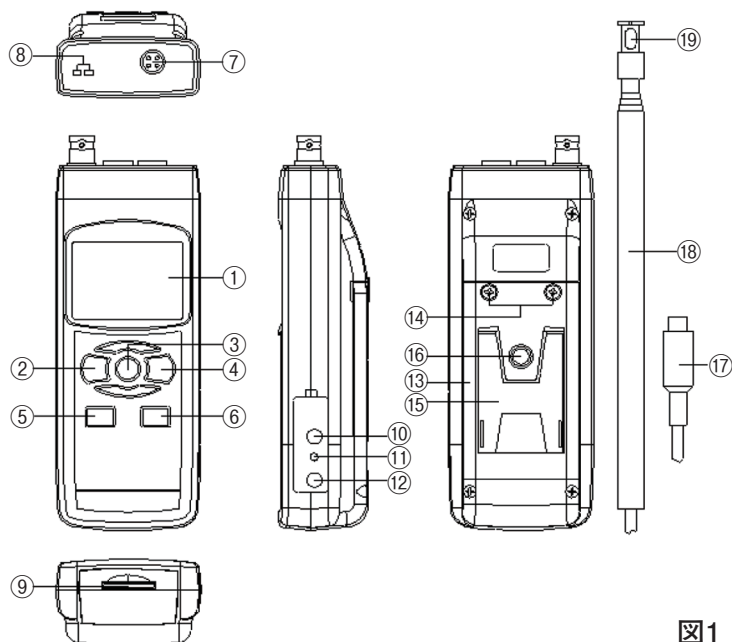

図1
まず初めに、データロガー等の機能を有効にするために、現在時刻等の設定等を行う必要があります。POWER(電源)ボタン(②、図1)を押して、本器の電源を入れます。また、このボタンを2秒以上長押しすると電源が切れます。
電源を入れた状態でSETボタン(⑤、図1)を2秒以上長押しすると「SET dAtE」と表示部(①、図1)に表示され、「初期設定」モードに入ります。そしてNEXTボタン(③、図1)を一回ずつ押す毎に下記の7つの設定画面に切り替わります。
備考: 「初期設定」機能を実行中にESCボタン(②、図1)を押すと、「初期設定」機能が終了し、通常測定画面に戻ります。
- (1) ENTERボタン(④、図1)を1回押します。▲ボタン(⑥、図1)または▼ボタン(⑤、図1)を押して、値を調整してください。希望する値を設定し、再度ENTERボタン(④、図1)を一度押すごとに、次の値の調整に移ります。最初に年(yyyy)の値を設定し、次に月(mm)の値を設定し、さらに日(dd)、時間(h)、分(m)、秒(s)へと移行します。
- (2) 最後に、ENTERボタン(④、図1)を一回押します。
- (1) ▲ボタン(⑥、図1)または▼ボタン(⑤、図1)を使用して上段に表示されるテキストを「bASIC」または「Euro」に設定します。
- (2) 最後に、ENTERボタン(④、図1)を押します。
- (1) ▲ボタン(⑥、図1)または▼ボタン(⑤、図1)を使用して上段に表示されるテキストを「yES」または「no」に設定します。
(2)最後に、ENTERボタン(④、図1)を押します。
(1)▲ボタン(⑥、図1)または▼ボタン(⑤、図1)を使用して表示部(①、図1)左下に表示される値を「K」または「J」に設定してください。
(1)▲ボタン(⑥、図1)または▼ボタン(⑤、図1)を使用して下記のいずれかの値に設定します。
(2)最後に、ENTERボタン(④、図1)を一度押します。
- (1) ▲ボタン(⑥、図1) または ▼ボタン(⑤、図1) を押して、上段に表示されるテキストを「yES」または「no」に設定してください。
- (2) 上の値を「yES」に設定し、ENTERボタン(④、図1)をもう一度押すと、画面には「yES Ent」というテキストが表示されるので、本当にSDカードのフォーマットを実行する場合はもう一度ENTERボタン(④、図1)を押し、確定してください。SDカードのフォーマットが行われ、SDカードに保存されている既存のデータが消去されます。
上の値を「no」に設定し、ENTERボタン(④、図1)を押した場合、SDカードはフォーマットされません。
- (1) POWER(電源)ボタン(②、図1)を押して本器の電源を入れます。
- (2) 本器は、以下の2つの測定モードを選択することができます。
FUNC. ボタン(③、図1)を長押しすると、以下の測定モードに順番に切り替えができます。
- (1)風速センサーを準備し風速センサープラグ(⑰、図1)を風速センサー入カソケット(⑦、図1)に差し込んで下さい。
- (2)POWER(電源)ボタン(②、図1)を一度押して本器の電源を投入して下さい。
- (3)本器測定モードを「An」風速測定モードに設定し約10秒待って下さい。モード設定方法は8ページの6-(2)を参照して下さい。
- (4)測定機能の選択
風速モードを確認してRECボタン(④、図1)を長押しして測定したい機能の単位(m/s、km/h)を選択しボタンから指を離して下さい。
センサープローブ部(⑬、図1)の部分を持ち、プローブを引き伸ばします。この時、センサーコードが動くので注意してください。
センサープローブ部(⑬、図1)の部分を持ち、プローブをゆっくり縮めます。この時、センサーコードが動くので注意してください。